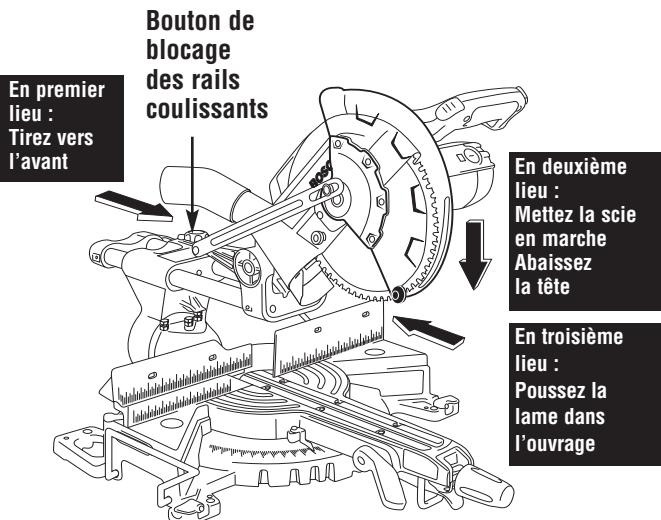

Figure 27. Coupe par glissement
- Saisissez la poignée de l'interrupteur et tirez la tête en sens opposé au guide, jusqu'à ce que la lame dégage l'ouvrage ou jusqu'à son prolongement maximum si la lame ne peut dégager l'ouvrage (Figure 27).